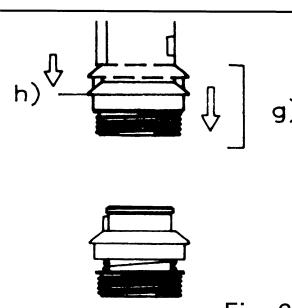

Fig. 6.4
4. See Fig. 6.4 Disengage assembly g) by pulling hood h) firmly.
4. Siehe Abb. 6.4 Den Abschlussring h) festhalten und die ganze Untergruppe g) nach unten ziehen.
ASSEMBLING 832.10 (Fig. 6.4 - 6.1)
1. See Fig. 6.4 Engage assembly g) while maintaining hood h) down.
MONTAGE DER 832.10 (Abb. 6.4 - 6.1)
1. Siehe Abb. 6.4 Den Abschlussring h) nach unten ziehen und die Untergruppe g) wieder einführen.
4. Voir Fig. 6.4 Dégager l'ensemble g) en tirant sur le capot h).
MONTAGE DE 832.10 (Fig. 6.4 - 6.1)
1. Voir Fig. 6.4 Engager l'ensemble g) en maintenant le capot h) complètement abaissé.